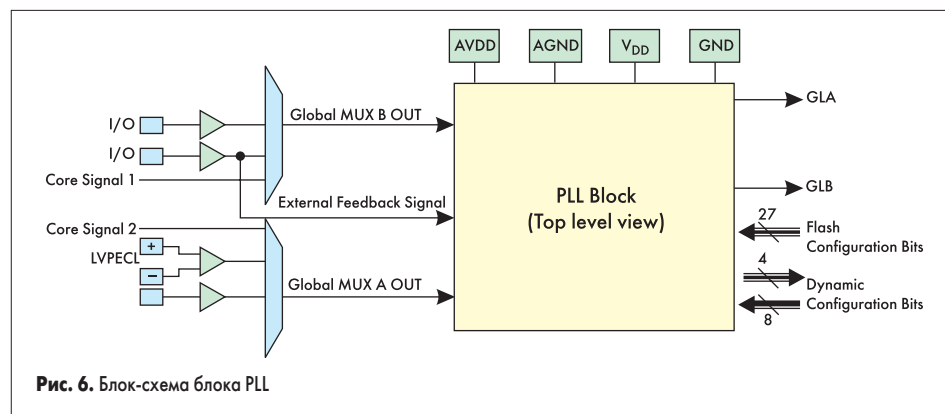
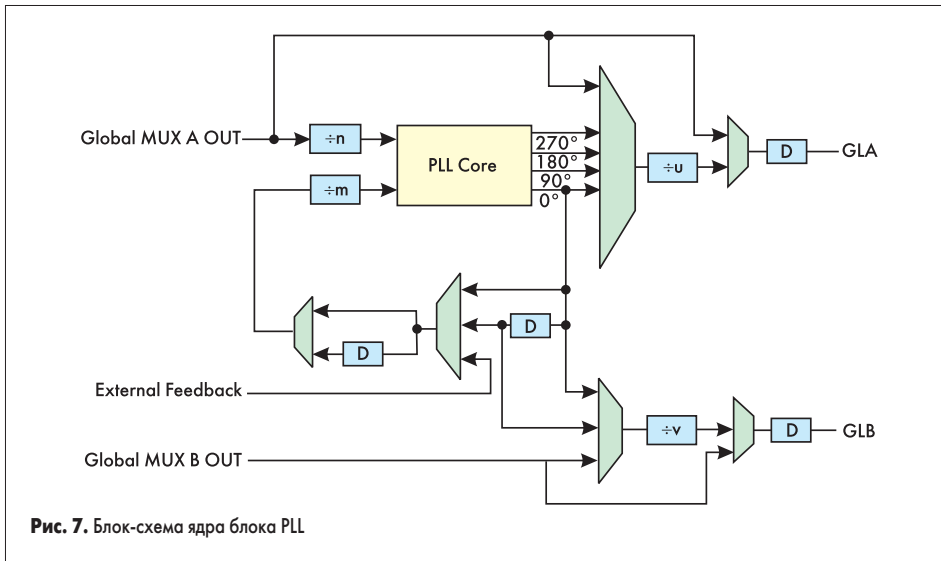

Рис. 6. Блок-схема блока PLL
Рис. 7. Блок-схема ядра блока PLL
Семейство ProASICPLUS предлагает мощное и гибкое управление синхронизацией, выполняемое с помощью специальной аналоговой схемы. Каждый чип имеет два блока обработки синхрос частоты, содержащих ядро PLL, работающее на частоте до 240 МГц, линии задержки, устройства, сдвигающие фазу сигнала (0°, 90°, 180°, 270°), умножители-делители частоты и все схемы управления, необходимые для выбора и подключения входов к глобальной линии таким образом, чтобы обеспечивался двунаправленный доступ к PLL. Блок-схема блока PLL в целом показана на рис. 6, а детальный вид ядра блока PLL приведен на рис. 7.
Рассмотрим две глобальных сигнальных линии — GLA и GLB (рис. 6 и 7). Есть следующие источники сигналов, из которых могут быть сформированы сигналы на этих глобальных сигнальных линиях:
- Выход от мультиплексора Global MUX A (см. рис. 6).
- Выход от мультиплексора Global MUX B (рис. 6).
Каждый блок PLL содержит четыре программируемых делителя (рис. 7).